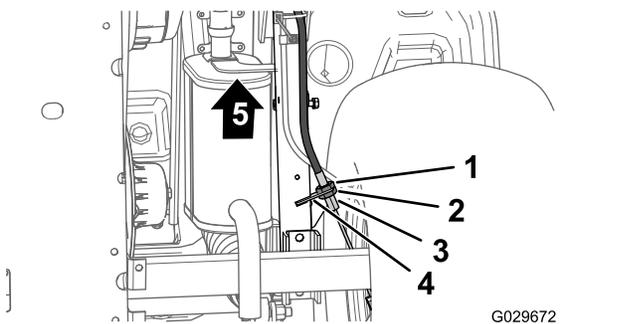

Рисунок 53
3. В нижней части машины ослабьте заднюю зажимную гайку резьбового регулятора троса стояночного тормоза на 4 оборота (Рисунок 53).
4. Затяните переднюю контргайку (Рисунок 53).
- A. Ослабьте затяжку передней зажимной гайки (Рисунок 53) на резьбовом регуляторе троса стояночного тормоза на один оборот.
- B. Затяните заднюю контргайку (Рисунок 53).
- A. Ослабьте затяжку задней зажимной гайки (Рисунок 53) на резьбовом регуляторе троса стояночного тормоза на один оборот.
- B. Затяните переднюю контргайку (Рисунок 53).